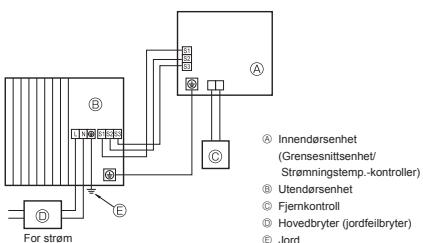
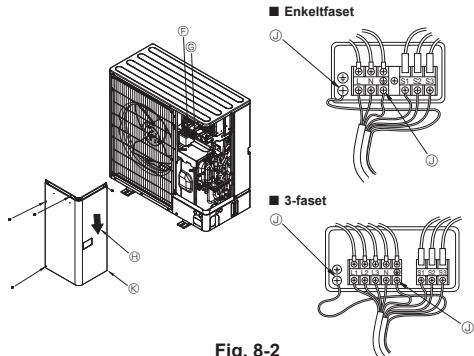

Fig. 8-1
Fig. 8-2
### 8.1. Utendørsenhet (Fig. 8-1, Fig. 8-2)
① Fjern servicepanelet.
② Koble til kablene med henvisning til Fig. 8-1 og Fig. 8-2.